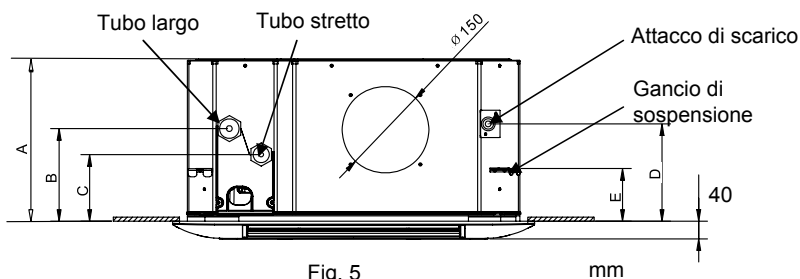
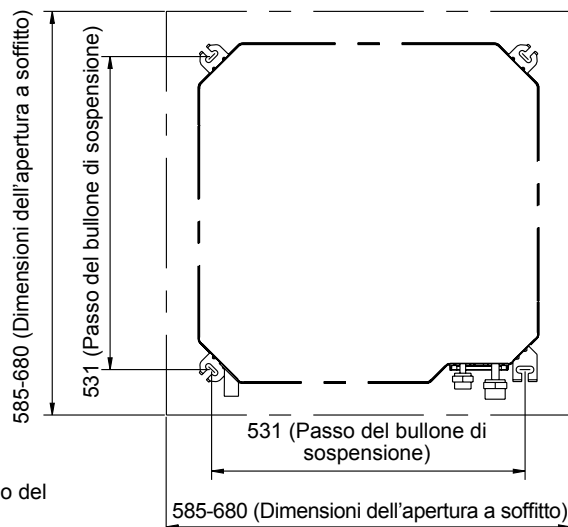

Fig. 5
Fig. 4
- Utilizzare il disegno di installazione (fornito con il pannello) al momento di decidere la posizione del bullone di sospensione (Fig. 4). La Fig. 5 e la tabella 1 indicano le proporzioni delle dimensioni.